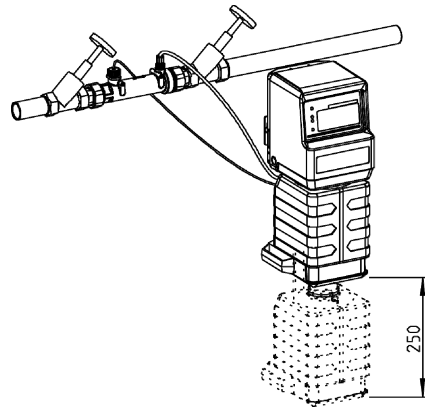

Abb. D-1: Dosiercomputer EXADOS EK 6
2. Der eigentliche Dosiercomputer EXADOS EK (Abb. D-1) der sich von den Dosiercomputer EXADOS ES und EGS unterscheidet ist, dass in dem Kompaktgerät EK ein 3 Liter Dosierlösungsbehälter vorgesehen ist und bei den Dosiercomputer EXADOS ES und EGS eine Sauglanze mit separatem 10/20 kg Einwegbehälter. Auf Wunsch kann auch ein Vorratsbehälter mit 100 oder 200 Liter Inhalt geliefert werden. Zunächst ist lediglich der Wasserzähler an geeigneter Stelle waagrecht zu installieren. Der Dosiercomputer selbst muss erst bei Inbetriebnahme der Gebäudeinstallation montiert werden.
- Bei dem Kompaktgerät EK ist darauf zu achten, dass für den Wechsel des Dosierlösungsbehälters nach unten ein Raum von mind. 250 mm vorhanden ist (Abb. D-1).